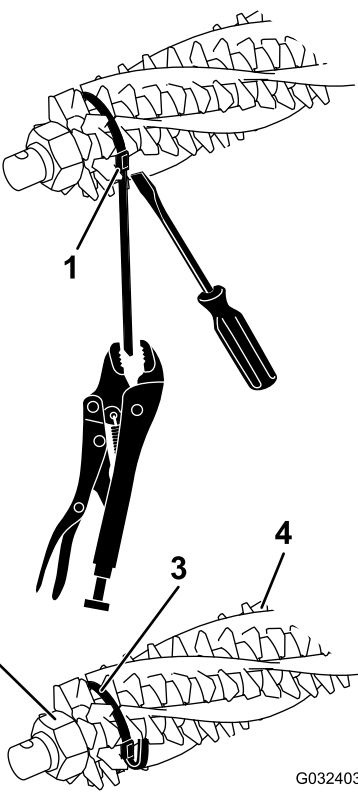

Figura 15
2. Afloje las tuercas de retención de cuchillas del groomer en ambos extremos del eje del groomer (Figura 15).
4. Asegúrese de que los cepillos se asientan en las ranuras de las cuchillas del groomer (Figura 15 y Figura 17).
5. Pase las cintas alrededor del eje del molinete y los cepillos, según se muestra en Figura 15, colocándolas en las hendiduras de los cepillos Figura 17.
**Nota:** Si los cepillos del Broomer no se asientan debidamente en las ranuras de las cuchillas, afloje las tuercas de retención de las cuchillas del groomer en cada extremo del eje del groomer, posicione los cepillos del broomer debidamente en las ranuras de las cuchillas y apriete las tuercas de retención de las cuchillas del groomer (Figura 15).
7. Empujando un destornillador contra la hebilla de la cinta, agarre cada cinta con alicates de mordaza y tense las cintas hasta que se bloqueen en las ranuras de los cepillos (Figura 15).